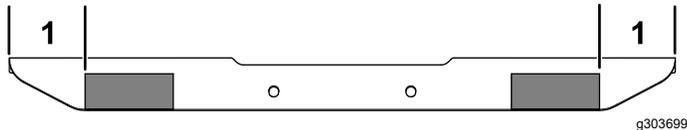

Figura 21
4. Aplique la cinta reflectante amarilla al soporte transversal de las luces usando las dimensiones indicadas en la Figura 21.